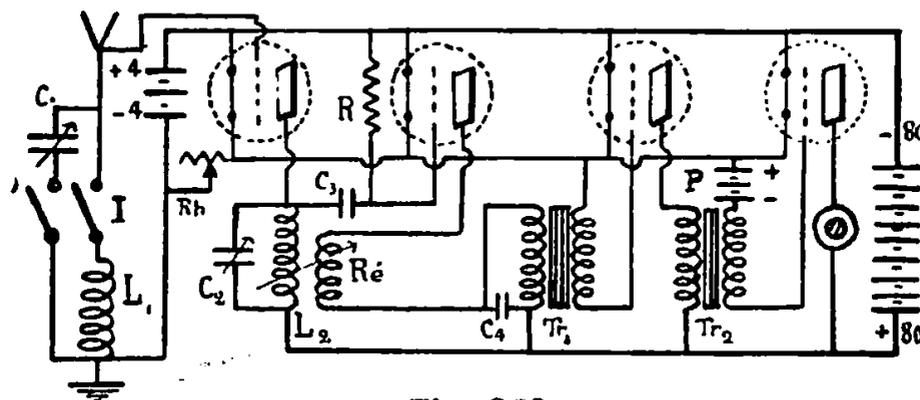

Fig. 369
La figure 369 reproduit le schéma de ce récepteur à quatre lampes composé d'un circuit d'accord d'antenne muni d'un inverseur, permettant de placer le condensateur en série (PO) ou en dérivation (GO), d'une lampe amplificatrice en haute fréquence, d'une détectrice à réaction et de deux étages BF à transformateurs.